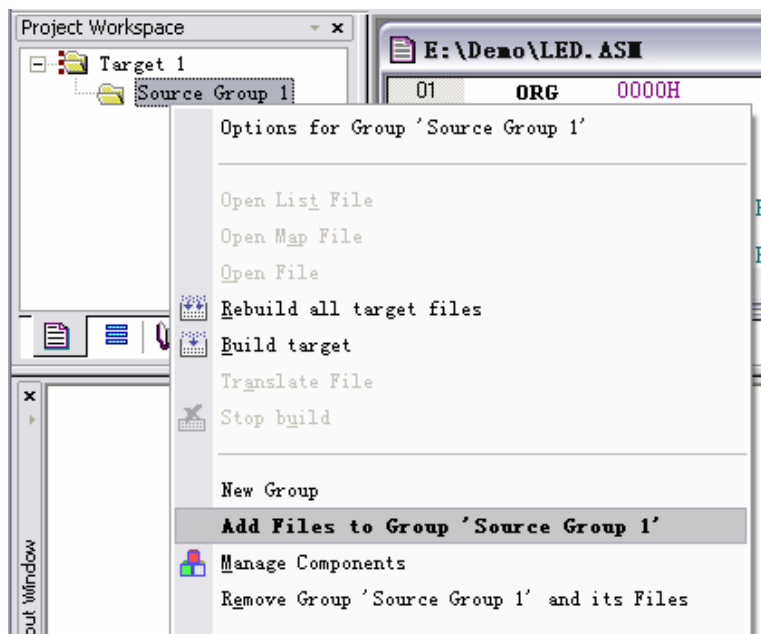
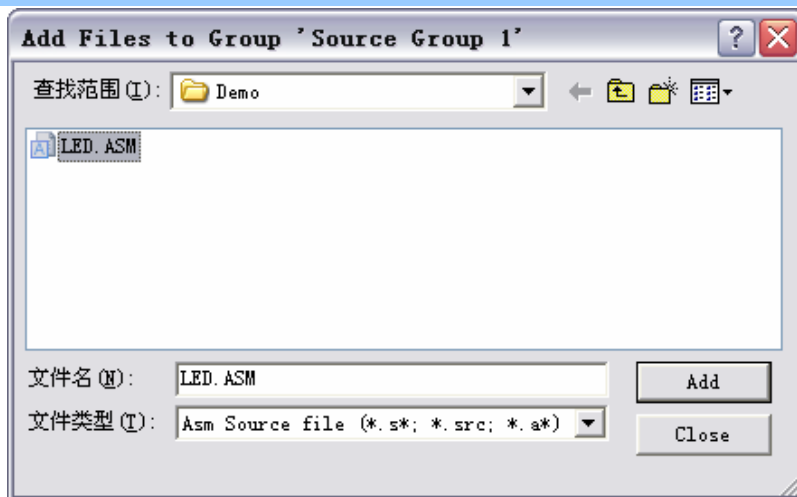

图 4.5
图 4.6
7) 添加源程序文件到工程中。现在, 一个空的源程序文件“LED.ASM”已经建立, 但是这个文件与刚才新建的工程之间并没有什么内在联系。我们需要把它添加到工程中去。单击 Keil C51 软件左边项目工作窗口“Target 1”上的“+”, 将其展开。然后右击“Source Group 1”文件夹, 会弹出如图 4.5 所示的选择菜单。单击其中的“Add Files to Group 'Source Group 1'”项, 将弹出如图 4.6 所示的对话框。